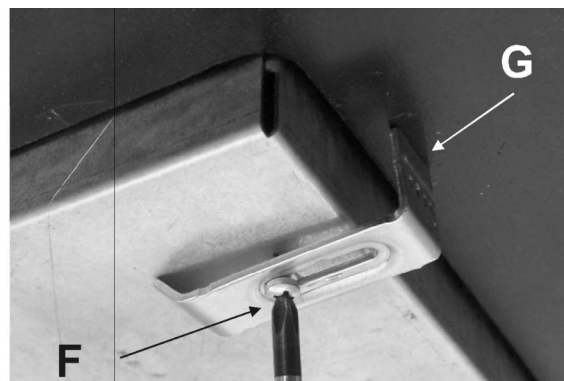

Abb. 11
- das Kochfeld auf der im Möbel angebrachten Öffnung positionieren und mit den entsprechenden Schrauben "F" der Befestigungshaken "G" klemmen (siehe Abb. 11)